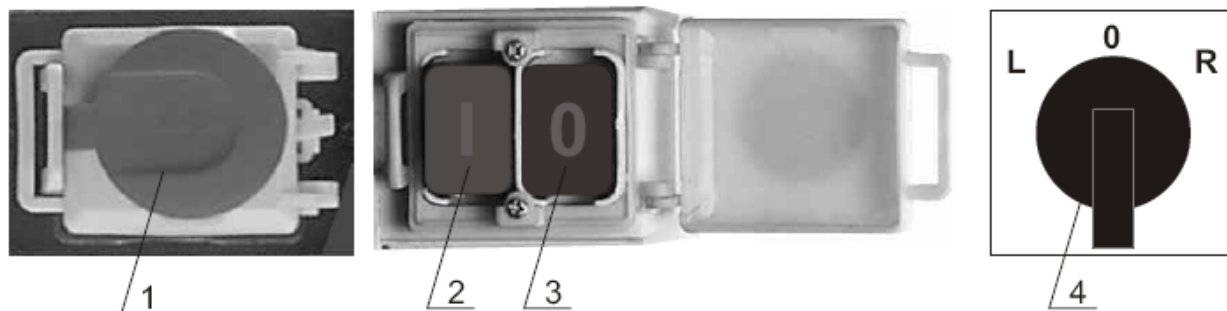

Рисунок 5.
**Электрический блок управления (см. рис. 5 )**